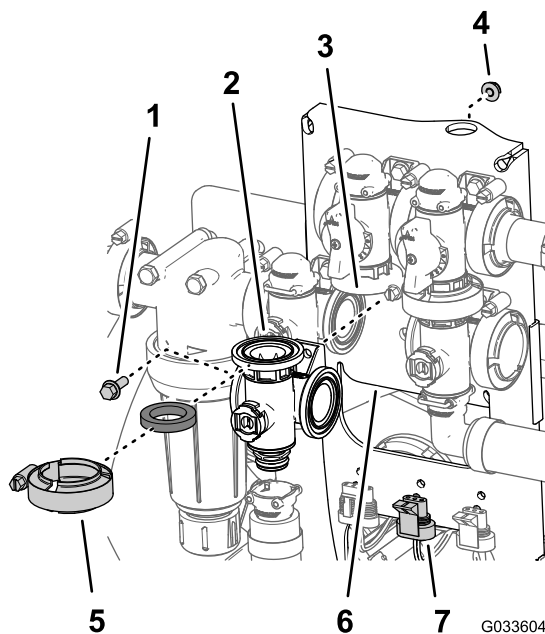

Bild 124
1. Fluchten Sie den Flansch des Rührwerkventilverteilers, eine Dichtung und den Flansch des Rührwerk-Sicherheitsventils aus (Bild 124).
9. Befestigen Sie das Rührwerkventil mit der Bundkopfschraube und der Sicherungsbundmutter (Bild 124), die Sie in Schritt 3 von Entfernen des Rührwerkverteilterventils (Seite 82) entfernt haben, an der Ventilhalterung und ziehen Sie die Schraube und Mutter bis auf 10-12 N·m an.